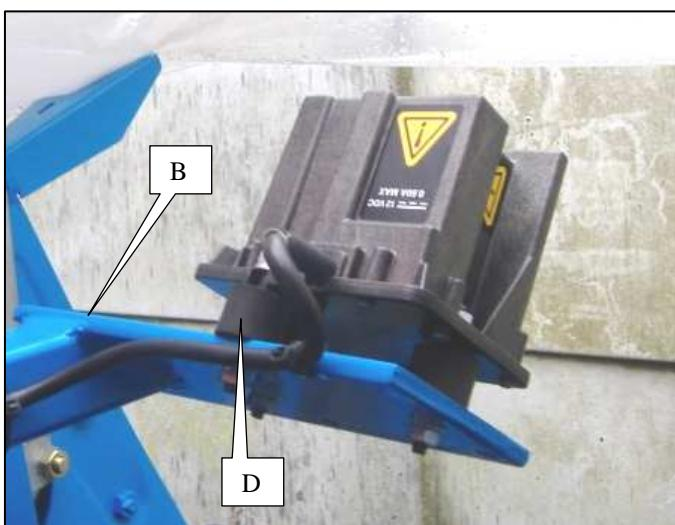

Fig. 3
-Fixer le radar sur son support à l'aide des 3 pièces de fixation caoutchoutées D (Fig.3).
-Secure the radar on its bracket using the 3 rubber securing parts D (Fig.3).
-Befestigen Sie den Radar auf seinen Träger mit Hilfe der 3 Gummibefestigungsstücke D (Abb. 3).
- Fijar el radar en su soporte utilizando las 3 piezas de fijación de goma D (Fig. 3).
-Fissare il radar sul suo supporto tramite i 3 pezzi di fissaggio di gomma D (Fig.3).